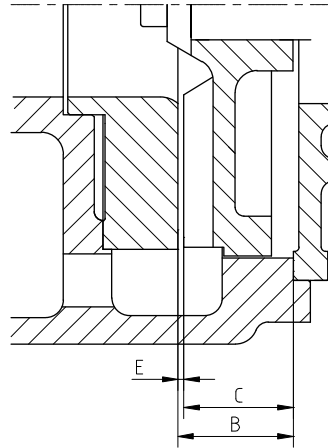

Figure 12: Espace entre la roue et la plaque d'usure - support de palier 1.
- 2 Mesurez la distance B entre la plaque d'usure et le corps de la pompe, voir figure 12.
- 3 Mesurez la distance C entre la roue et le couvercle intermédiaire, voir figure 12.